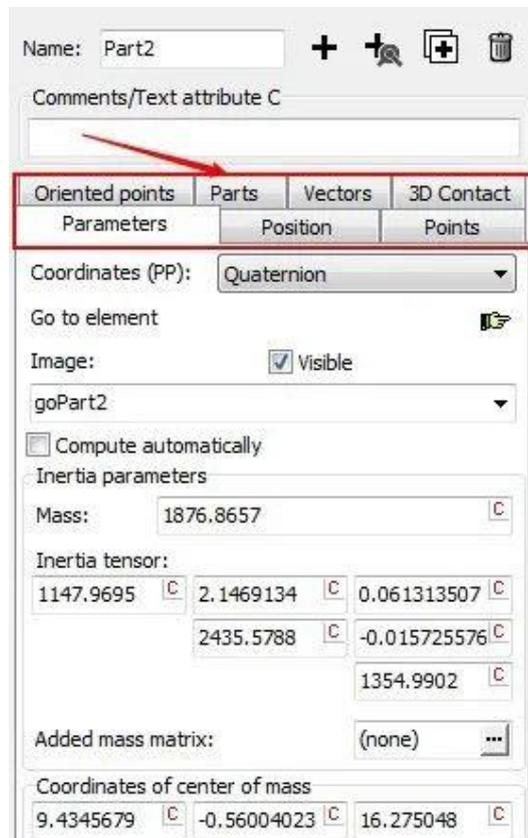

图 067-4
4、由于这是一个装配体模型，导入 **UM** 后会显示 $2N$ 个几何、 N 个刚体及 N 个铰。一般来说，我们需要将无相对运动的刚体合并为一个刚体。**UM** 软件也提供了相应的工具，如图 067-4 所示，在任一刚体页面，会出现一个 **Parts** 标签项。